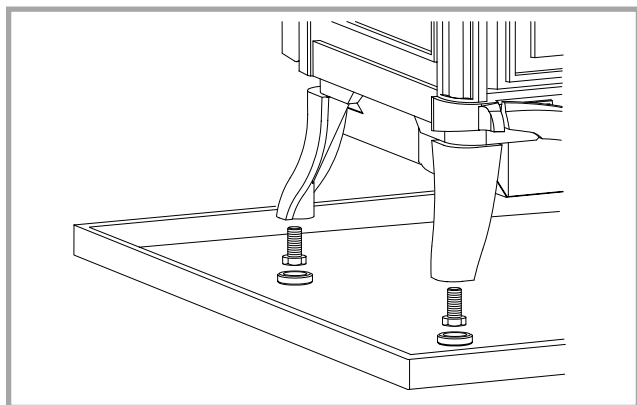

Figure 6 - Pieds de réglage
Les 4 vis à tête hexagonale et les 4 coupelles (posées sur le brûleur) doivent être montés sur les pieds (fig. 6).
- Régler le niveau et l'aplomb en agissant sur les vis de réglage des pieds (fig. 6, p. 6).